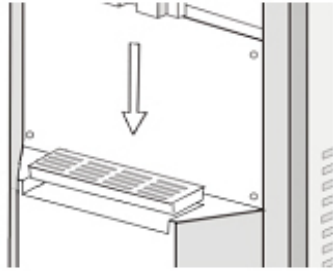

Figura 23
• Caixa de emenda e paliteiro instalado, os furos de posicionamento, em seguida, a fase de acumular Splicer localizando pino, e instalado e fixado, Caixas de junção utilizados para acessar o sistema bolo sair do chorume. (Figura 23)